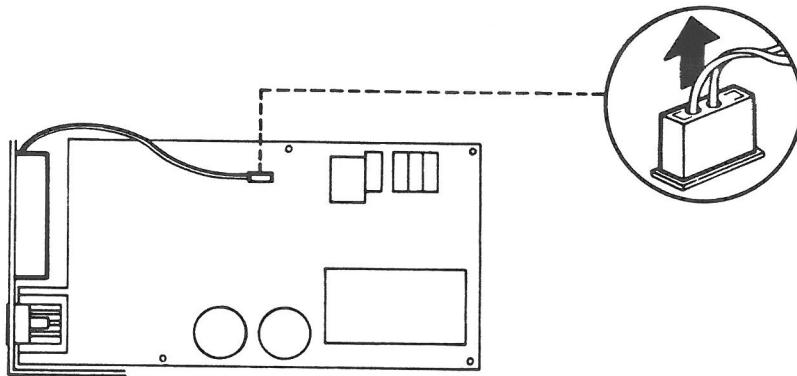

Bild 2-24 Lüfteranschluß entfernen
Stecker (X7) des Lüfteranschlusses entfernen (Bild 2-24)
- \* Stecker des Lüfteranschlusses lösen (siehe Bild 2-24)